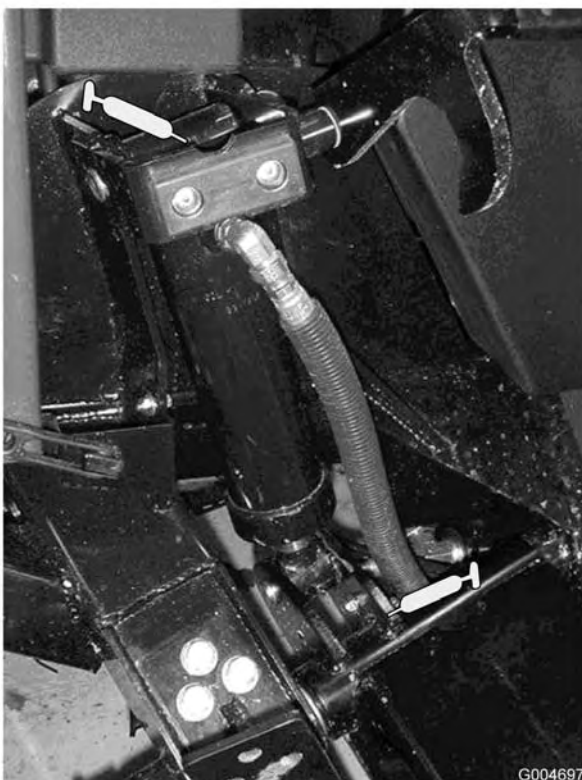

Figura 45
- Boccole (4) del cilindro di sollevamento (Figura 45).